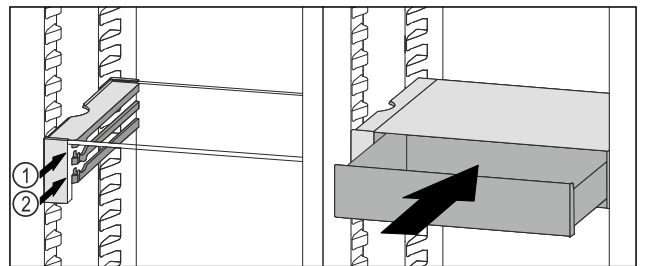

Fig. 94
- ▶ Posizionare il cassetto VarioSafe dietro i tappi sulla nervatura desiderata Fig. 94 (1) o Fig. 94 (2).